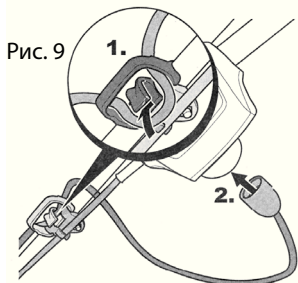

Рис. 9
- Подсоедините газонокосилку к сети 220В, закрепив сетевой провод на специальном фиксаторе (рис. 9)